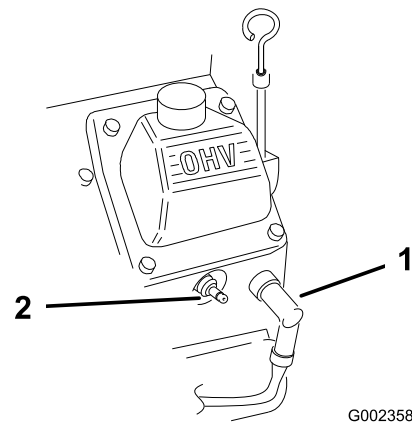

Bild 25
2. Klemmen Sie das Zündkabel von der Zündkerzen ab (Bild 25).